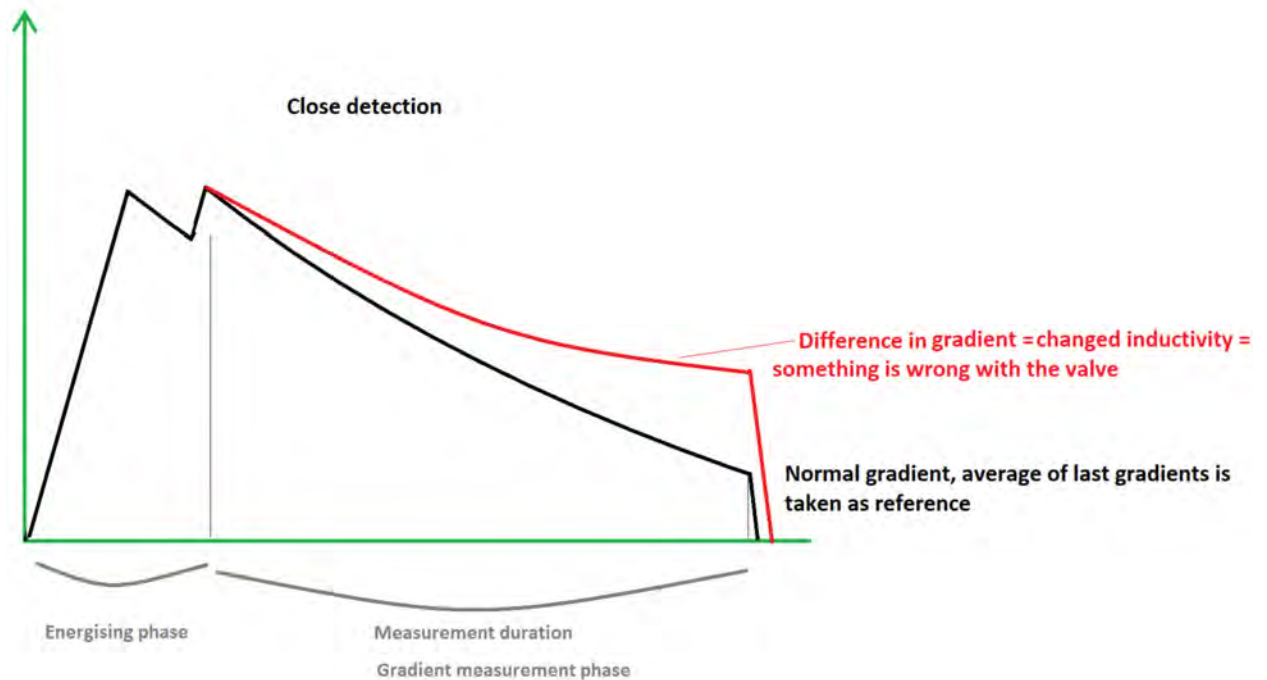

Imagen 2 Variación de corriente Close Detection
- **Close Detection** (véase la imagen 2 Variación de corriente Close Detection)